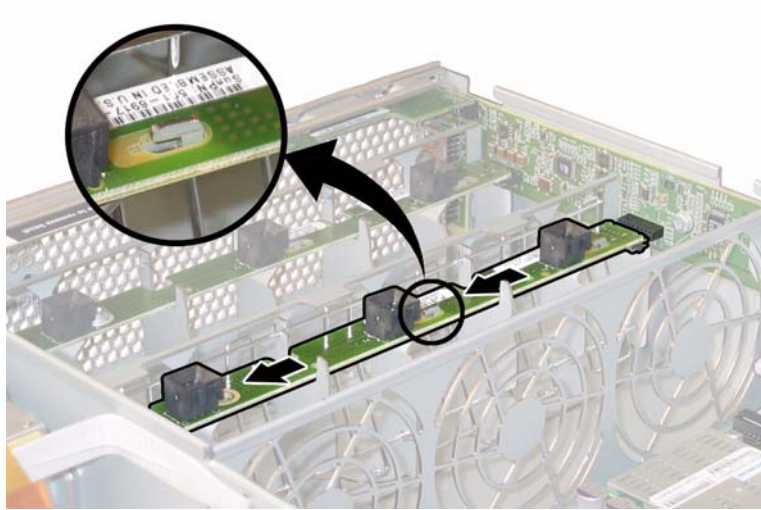

ABBILDUNG 4-24 Ausbauen der Lüfteranschlussplatte
- b. Schieben Sie die Lüfteranschlussplatten zur Mitte des Gehäuses, um sie von der vorderen I/O-Platine zu trennen und aus den beiden Haltenasen am Gehäuse zu lösen. Siehe ABBILDUNG 4-24.